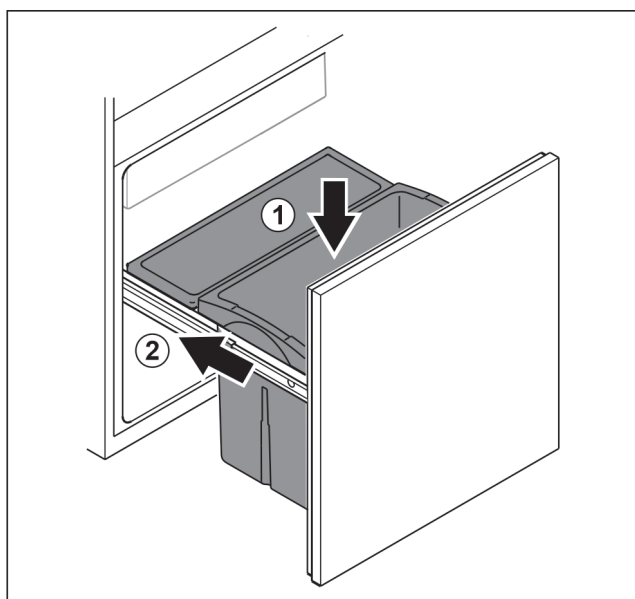

Fig. 101
- ▶ Sæt skuffen i oppefra. Fig. 101 (1)
- ▶ Skub udtræksskuffen ind. Fig. 101 (2)